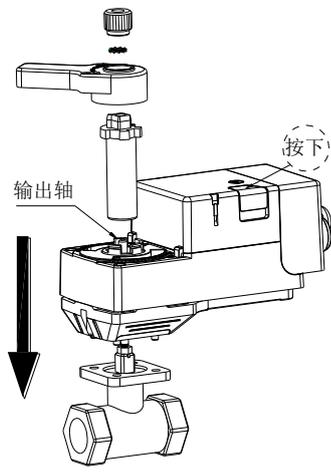

图 5
- (3) 如图 5, 按下执行器离合按钮, 同时顺时针旋转输出轴至全关(无法转动的位置), 再松开离合按钮。执行器连接件定位柱对准阀门法兰盘 4 个定位孔卡入, 装入连接杆, 并确保其下部方孔套住阀杆, 再依次装入手柄、防滑垫片、螺帽。